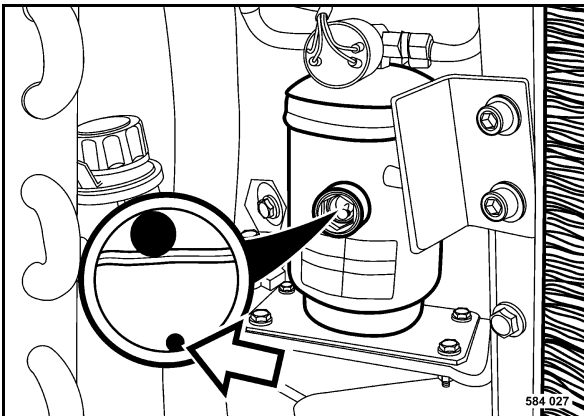

Fig. 141
- Comprobar la perla indicadora de humedad (Fig. 141) en el cristal de observación de la unidad secadora/colectora.